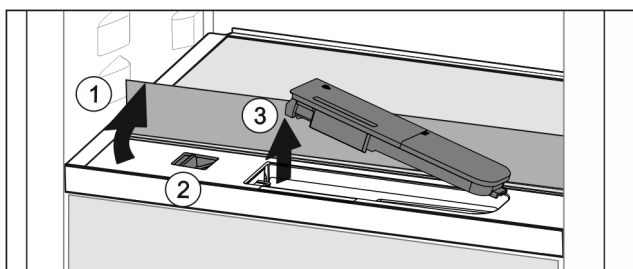

Fig. 145
- ▶ Повдигнете стъклената плоча и я завъртете до ограничителя назад Fig. 145 (1).
- ▶ Преместете плъзгача Fig. 145 (2) наляво.
- ▶ Извадете резервоара за вода Fig. 145 (3).